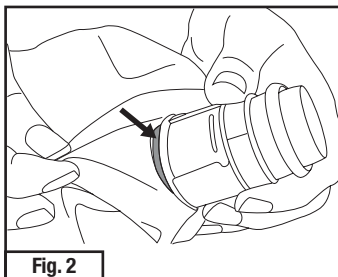

Fig. 2
**REMARQUE :** Avant d'installer la coiffe S-950, examiner la coiffe et trouver la rainure localisée entre l'anneau de scellement du conduit d'air (c.-à-d. le joint) et le mécanisme d'ajustement du débit d'air bleu. Passer le tissu de la cagoule devant la bordure de l'admission d'air et le mettre en place dans la rainure (Fig. 2).
Passer l'admission d'air dans l'ouverture au dos de la cagoule. Passer le tissu devant la bordure de l'admission d'air (qui se situe juste en dessous du mécanisme d'ajustement du débit d'air bleu) et le placer dans la rainure qui se situe juste au-dessus de l'anneau de scellement du débit d'air (Fig. 2).